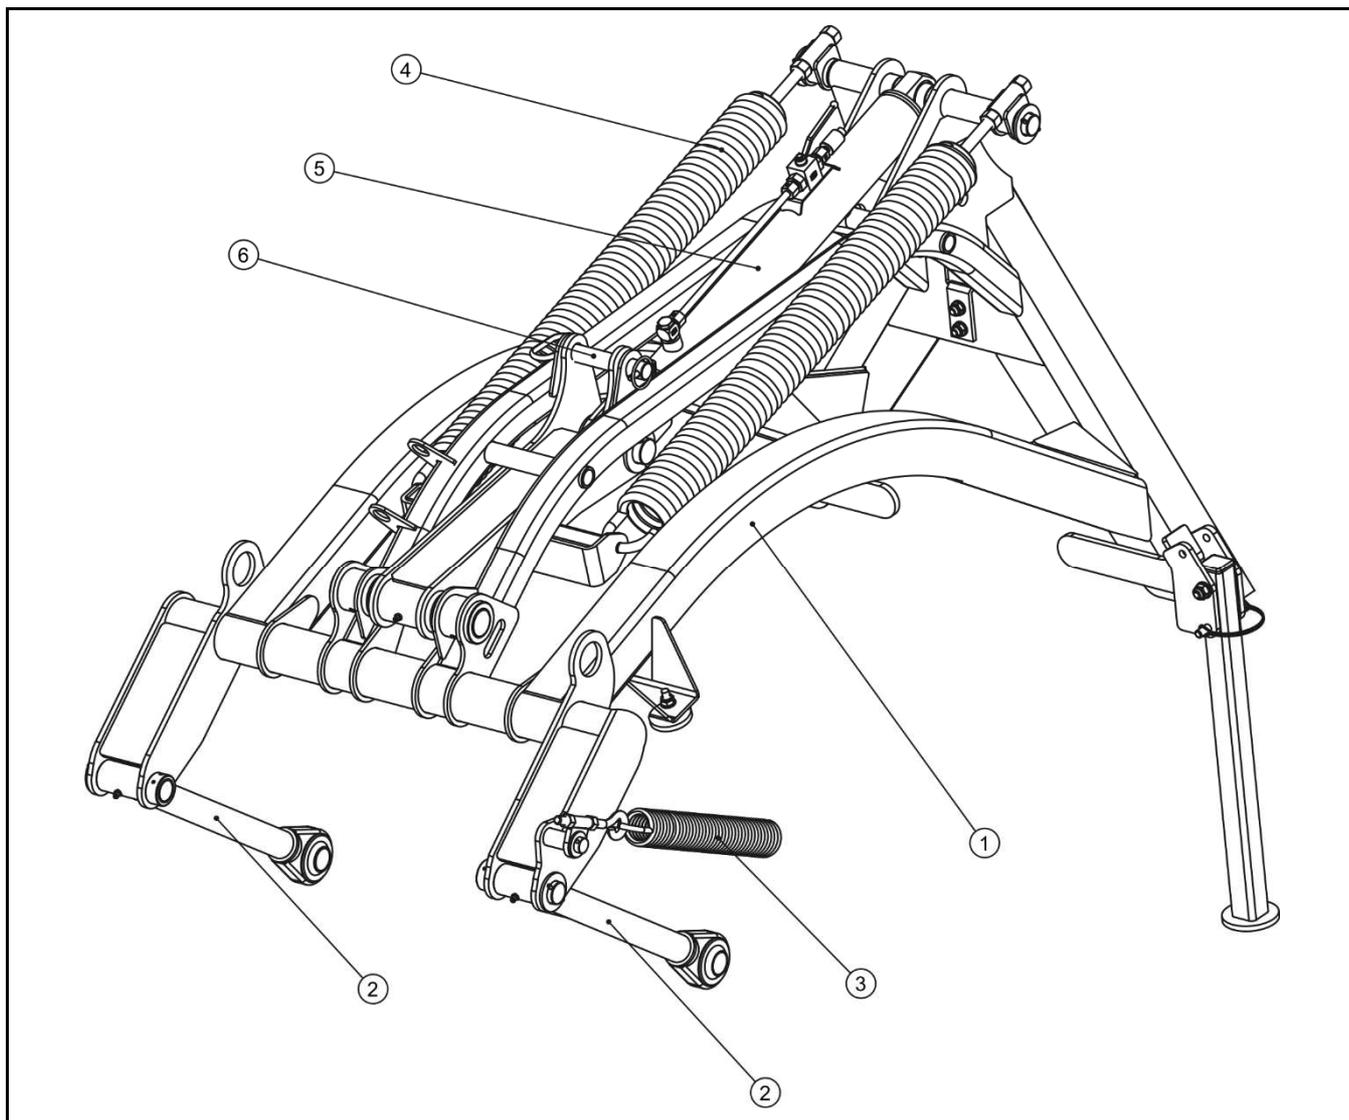

РИСУНОК 3.2 Устройство системы навески
(1) рама навески, (2) тяга, (3) натяжная пружина, (4) разгрузочная пружина, (5) гидроцилиндр, (6) защита на время транспорта
Система навески косилки (РИСУНОК 3.2) состоит из рамы навески (1), к которой при помощи вращающихся шкворней крепятся тяги (2), поддерживающие главную раму с режущим аппаратом. Пружина (3) служит для уменьшения нагрузки на левую сторону косилки и для обеспечения равномерного нажима режущего бруса на почву. Для обеспечения соответствующего нажима режущего бруса на основание машина оснащается двумя мощными горизонтальными разгрузочными пружинами (4). Пружины закрепляются параллельно на цапфах рамы навески. Система регулировки натяжения пружин позволяет отрегулировать оптимальный нажим режущего бруса на основание в зависимости от типа почвы, скашиваемой зеленой массы и т.п. Гидроцилиндр (5)